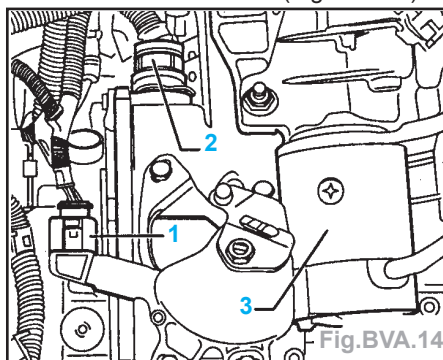

Fig. BVA.14
- Mettre le levier sélecteur sur «P» et dégager le câble de sélection (1) du levier (4) en poussant à l'aide d'un tournevis.
- Ne pas desserrer la vis (2).
- Déclipser la rondelle de sûreté (3) sur le contre-palier du câble de sélection et déposer ce dernier.
- Débrancher la fiche (1) du câble de contacteur multifonction (Fig. BVA.14).